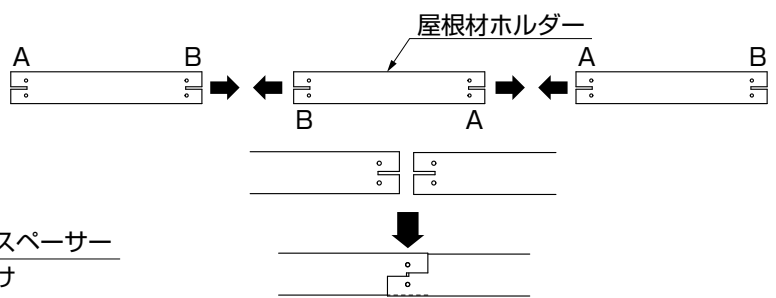

図6-10
- 2本目以後の取付けは、1本目の屋根材ホルダーと反対向きにして、切込み部分をかみ合わせるように取付けてください。(図6-10参照)